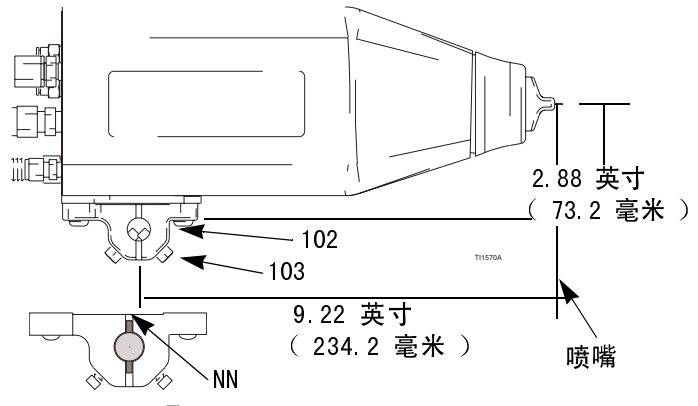

图 4: 安装支架
1. 松开固定支架上的两个固定螺钉（103），并将支架（102）滑动到 1/2 英寸（13 毫米）的固定杆上。见图 4。
为了提高定位准确性，将一个 1/8 英寸（3 毫米）的定位针插入支架槽（NN）中并通过杆洞。参见图 4 中的详图。